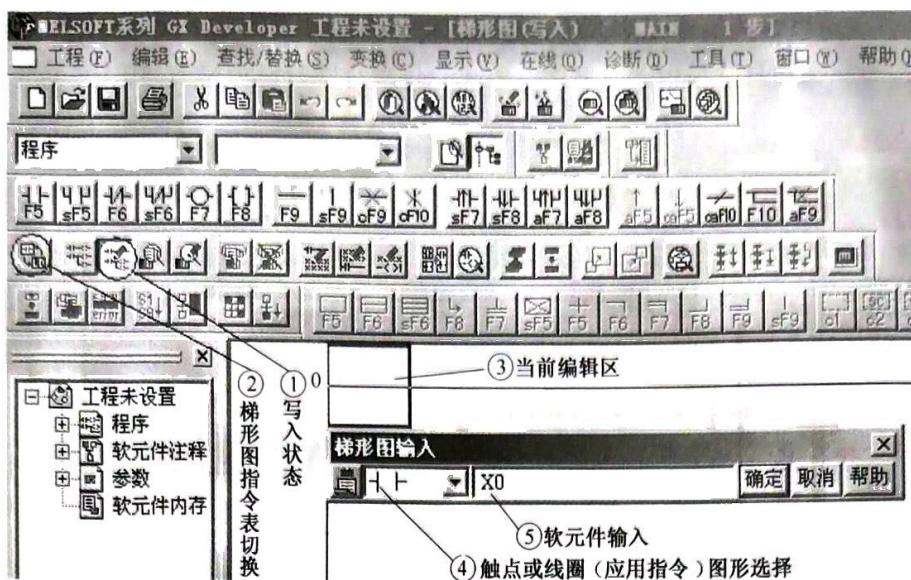
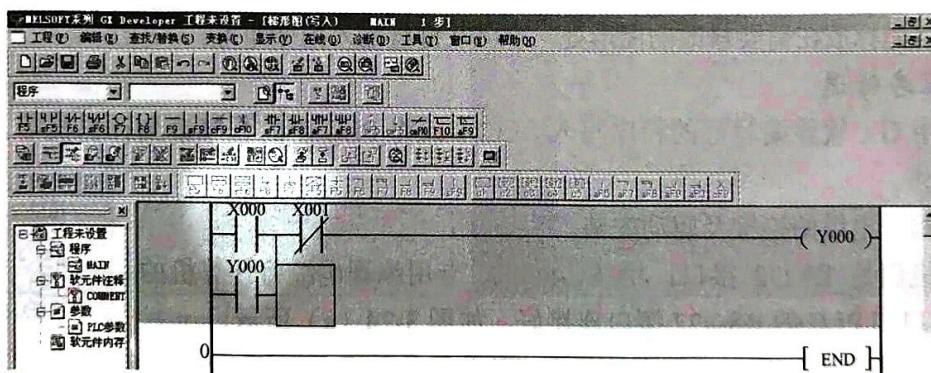
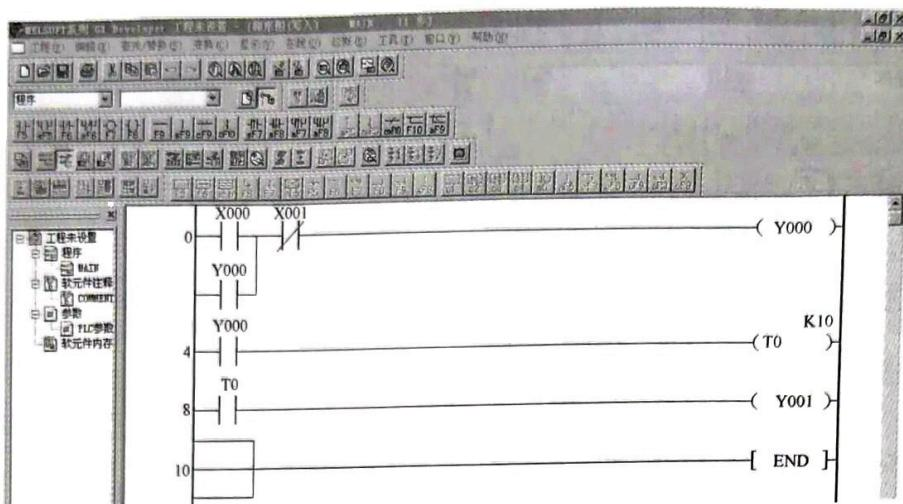

图 3-21 梯形图编辑窗口
图 3-22 变换前的梯形图
图 3-23 变换后的梯形图
- (1) 单击图 3-21 所示程序编辑窗口中①位置的按钮, 使其为写模式(查看状态栏的显示)。
- (2) 单击如图 3-21 所示程序编辑窗口中②位置的按钮, 选择梯形图显示, 即程序在编辑区中以梯形图的形式显示。
- (3) 在当前编辑区的蓝色方框③中绘制梯形图。
- (4) 梯形图的绘制有以下两种方法。
一种方法是用鼠标和键盘操作，用鼠标选择工具栏中的图形符号 \square 或按“F5”键，打开图 3-21 所示的梯形图输入窗口，再在④和⑤的位置输入其软元件和软元件编号，输入完毕后单击“确定”按钮或按“Enter”键即可。
另一种方法是用键盘操作，即通过键盘输入完整的指令，在图 3-21 所示的当前编辑区的位置直接从键盘输入 L→D→空格→X→0→按“Enter”键，则 X0 的常开触点就在编辑区显示出来，然后再输入 ANI→空格→X1、OUT→空格→Y0、OR→空格→Y0，即绘制出图 3-22 所示的图形。
梯形图编辑完后，在写入 PLC 之前，必须进行变换，单击图 3-22 中的“ \square ”图标或在“变换”菜单下执行“变换”命令，此时编辑区不再是灰色状态，如图 3-23 所示，此时可以存盘或传送。
注意，在图 3-23 中有定时器线圈（对于其他梯形图也可能有计数器线圈和应用指令），如用键盘操作，则输入 OUT→空格→T0→空格→K10→按“Enter”键。
需在梯形图中放置横线时，单击图 3-22 中的“”图标；需在梯形图中放置垂直线时，单击图 3-22 中的“”图标；删除横线或垂直线时单击图 3-22 中的“”或“”图标。
若发现梯形图有错误，可进行修改操作，如将图 3-23 中的 X0 改为常闭触点。首先在写状态下，将光标放在需要修改的图形处，直接从键盘输入指令即可。